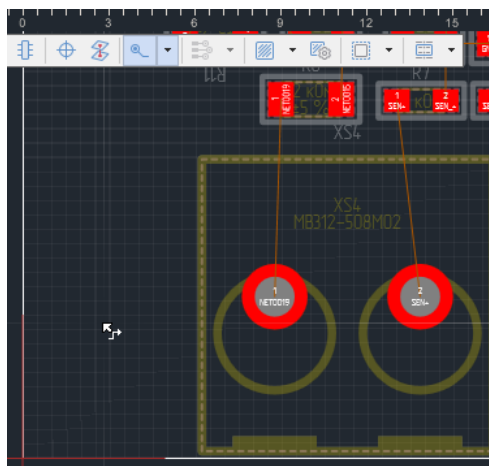

Рис. 169 Вид курсора при использовании инструмента «Разместить трек»
2. После того как инструмент «Разместить трек» выбран, курсор в рабочей области изменит свой вид, см. Рис. 169. Текущее положение курсора дополнительно отмечается местом пересечения вертикальной и горизонтальной линий. Текущие координаты курсора отображаются в строке состояния.